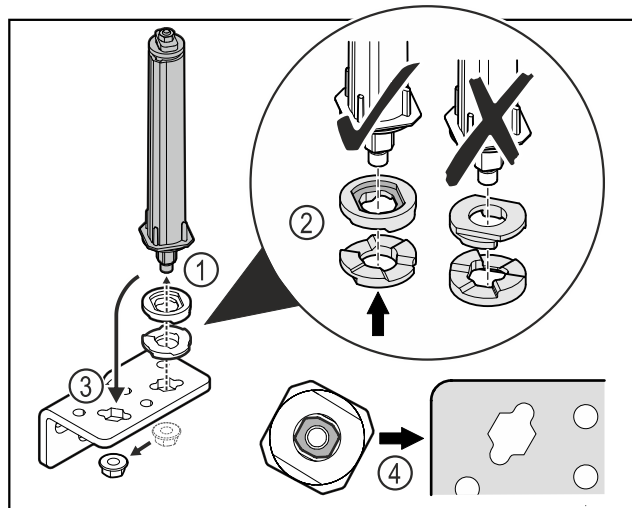

Fig. 37
- ▶ Vabastage mutter ja eemaldage ukسلukustussüsteem Fig. 37 (1).
- ▶ Pöörake tähelepanu kõrguseadeseibide korrektsele väljajoondusele Fig. 37 (2).
- ▶ Paigutage ukسلukustussüsteem šarniirnergikus ümber ja fikseerige mutriga Fig. 37 (3).
- ▶ Pöörake sissepanemisel tähelepanu ukسلukustussüsteemi korrektsele väljajoondusele Fig. 37 (4).